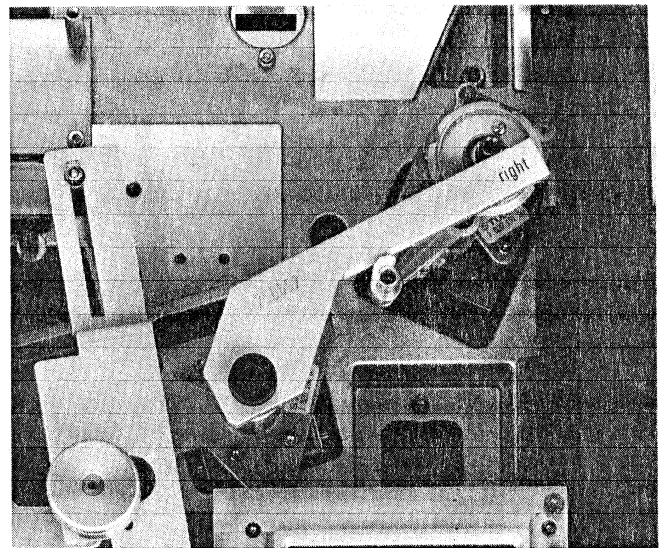

Fig. 3.3.9
- Lehre (Best. Nr. 10.010.001.30) gemäss Fig. 3.3.9 in die Bandzugwaage einlegen; die Spannung muss 2,700 V ± 10 mV betragen (Verstärkung).
- Lehre gemäss Fig. 3.3.9 einlegen, mit R9 Spannung auf 2,700 V ± 10 mV einstellen (Verstärkung).